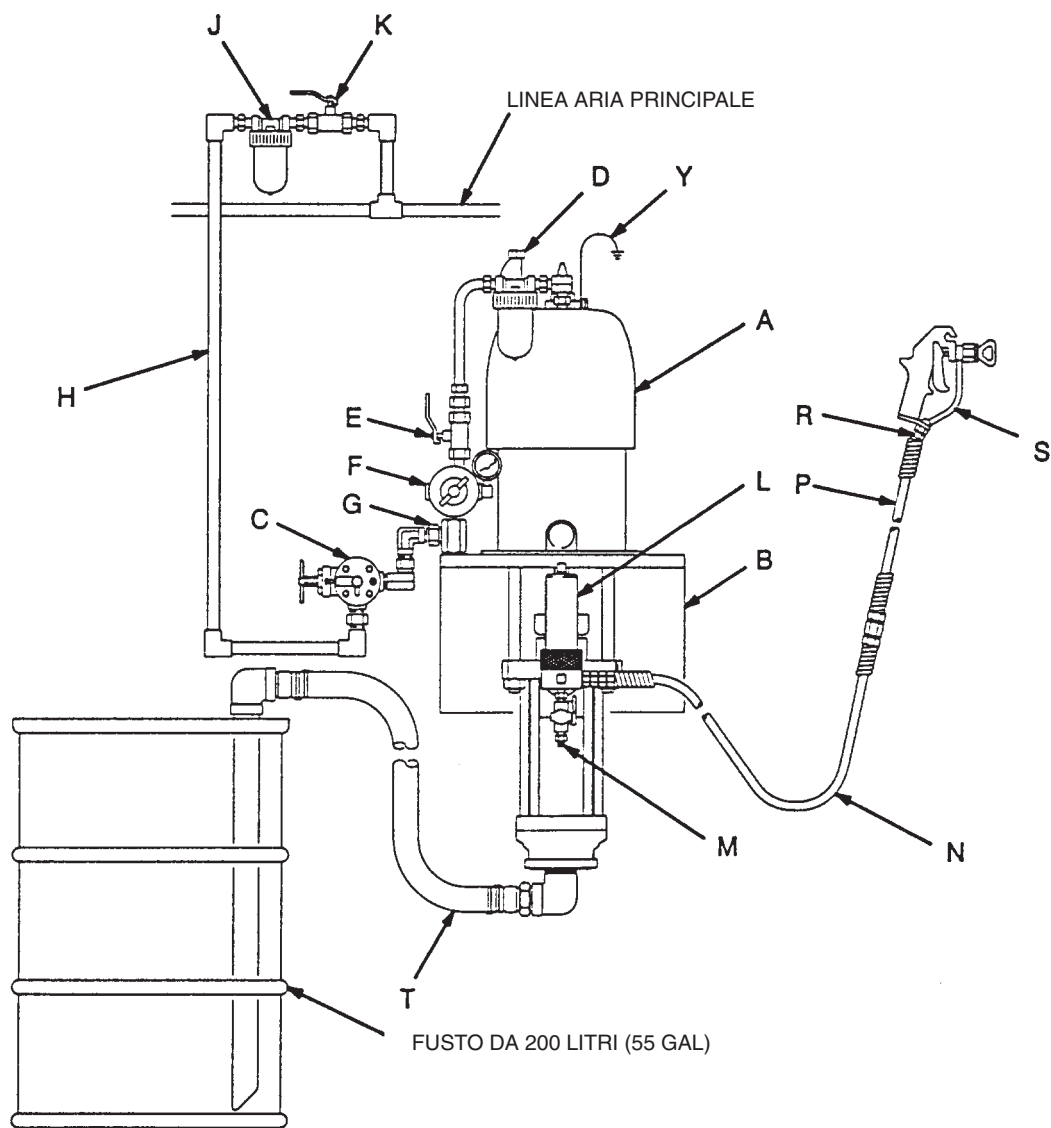

Fig. 2
La Fig. 2 è solo una guida per la selezione e l'installazione dei componenti e degli accessori del sistema. Contattare il rappresentante Graco o il Servizio di Assistenza Graco (ved. il retro di copertina) per richiedere assistenza alla progettazione di un impianto conforme alle specifiche necessità.
Montare la pompa (A) nel modo corrispondente al tipo di installazione progettata. La Fig. 2 illustra un sistema a muro. Le dimensioni della pompa ed il layout del foro di montaggio sono riportati a pagg. 34 e 35.
Installare i seguenti accessori nell'ordine indicato dalla Fig. 2, usando eventualmente degli adattatori.
Installare i seguenti accessori nelle posizioni indicate dalla Fig. 2, usando eventualmente degli adattatori:
- Un filtro dei fluidi (L) con un elemento in acciaio inossidabile a 60 maglie (250 micron), per filtrare le particelle dal fluido in uscita dalla pompa. Esso include una valvola di drenaggio dei fluidi (M), necessaria all'impianto per la decompressione dei fluidi nel tubo flessibile e nella pistola (ved. l'AVVERTENZA riportata a lato).
- Una pistola o valvola (S) distribuisce il fluido. La pistola illustrata nella Fig. 2 è una pistola a spruzzo senza aria per fluidi a bassa-media viscosità.
- Uno snodo della pistola (R) permette un libero movimento della pistola.
- Un kit di aspirazione (T) permette alla pompa di aspirare i fluidi da un fusto da 200 litri (55 galloni).
- Un filtro dei fluidi (L) con un elemento in acciaio inossidabile a 60 maglie (250 micron), per filtrare le particelle dal fluido in uscita dalla pompa. Esso include una valvola di drenaggio dei fluidi (M), necessaria all'impianto per la decompressione dei fluidi nel tubo flessibile e nella pistola (ved. l'AVVERTENZA riportata a sinistra).